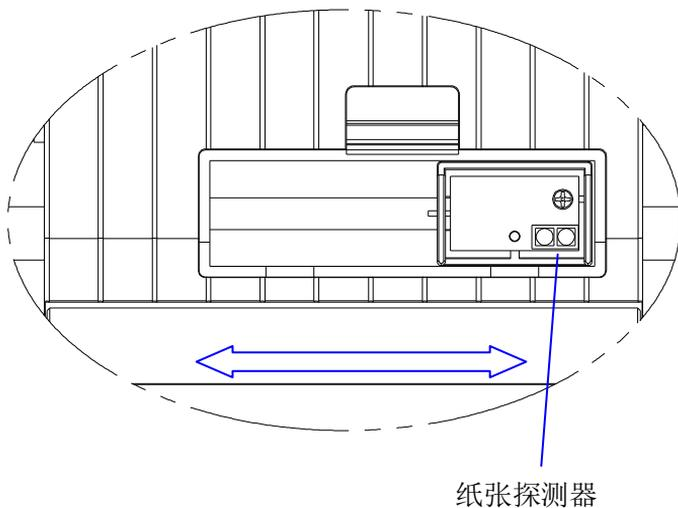

图 7-2
4. 掀开纸张探测器盖，左右拨动纸张探测器到合适位置(图 7-2);